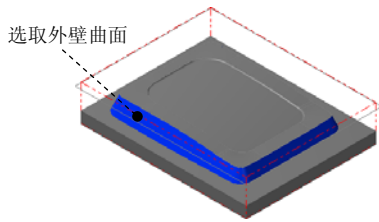

图 5.23 选取干涉面
(2) 单击 **干涉面** 区域中的  按钮，选取图 5.23 所示的面为干涉面（共 18 个），然后按 **Enter** 键。单击  按钮完成干涉面的选取，同时系统弹出“曲面精加工浅平面”对话框。